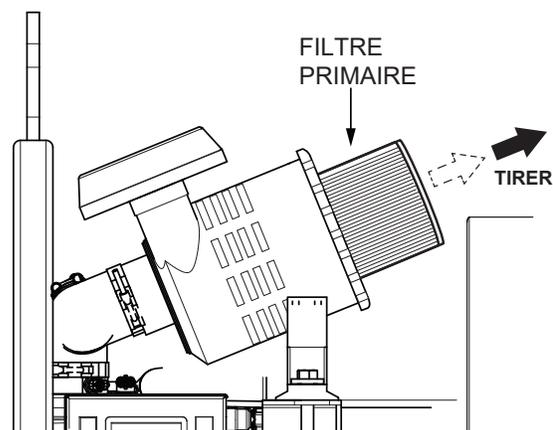

Figure 32. Filtre primaire
4. Retirez le filtre primaire du réservoir principal (Figure 32).